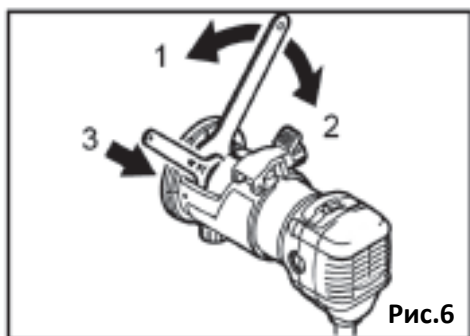

Рис.6
5.4. Установка и снятие фрезы (Рис.6 и 7).